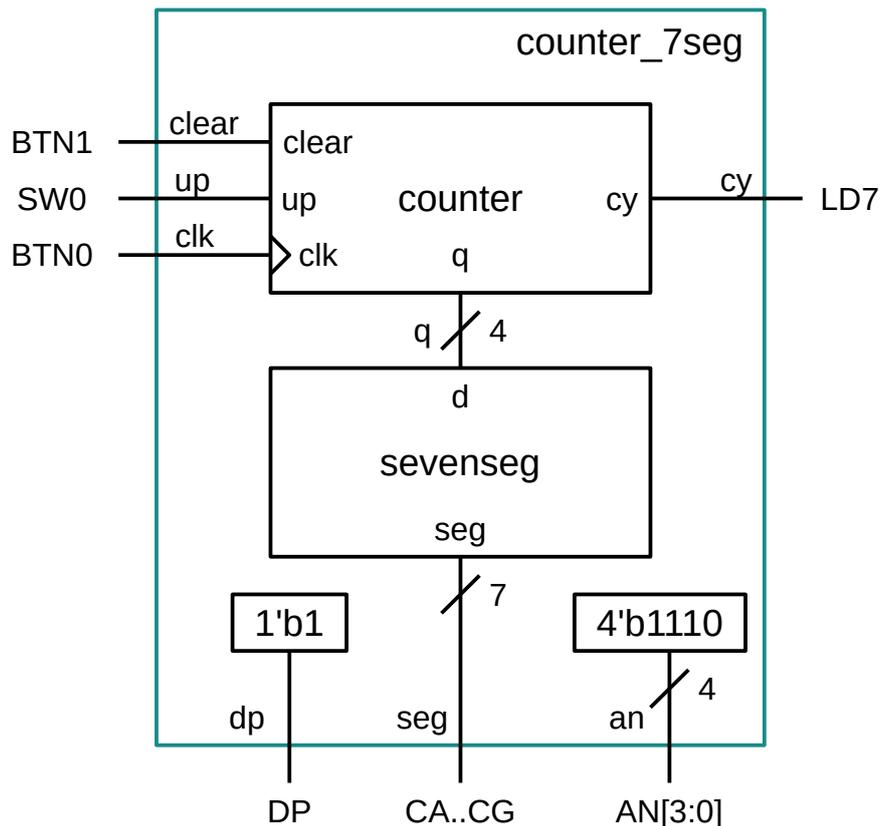

Figura 3: Conexión contador módulo 16.
Para diseñar el sistema contador con salida en código de 7 segmentos se emplea el contador binario y un convertidor binario a 7 segmentos conectados como aparece en la Figura 3. Observe como la figura refleja la estructura del código Verilog del diseño, que consiste en tres módulos diferentes:
- Debe completar el diseño del módulo de nivel superior `counter_7seg.v` si no lo ha hecho anteriormente. Partiendo de la plantilla en el archivo base, basta con colocar instancias del contador binario y del convertidor de 7 segmentos y conectarlos entre si y a las señales de entrada y salida tal como indica la Figura 3.
- Modifique el archivo UCF igual que se hizo en el apartado anterior para realizar las conexiones de las señales del circuito con los pines de la placa tal y como se muestra en la Figura 3. Observe que la selección de bits en el archivo UCF se hace con los marcadores “<>” y no con “[]” como en Verilog. Por ejemplo, para conectar el bit 3 de la señal *an* al pin AN3 la línea de restricción es: